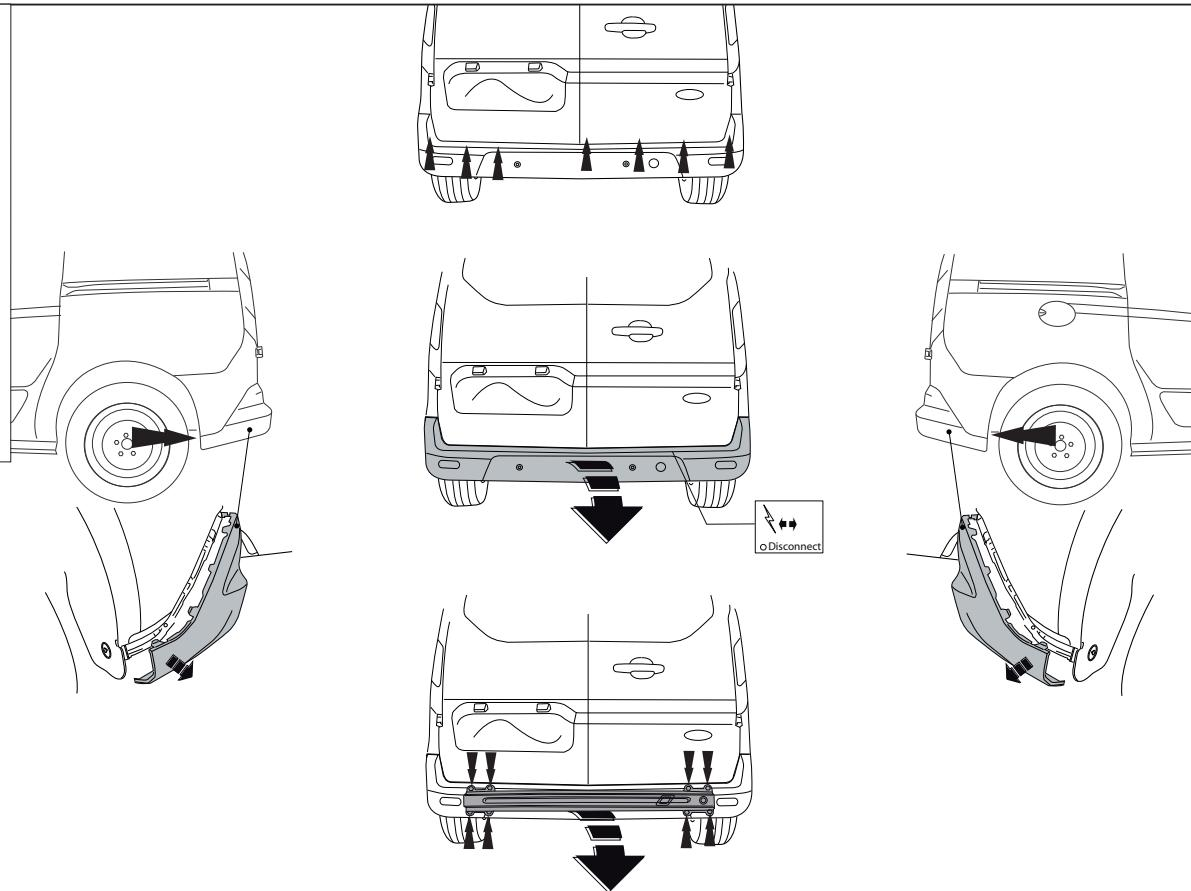

Fig.1
- Снять бампер вместе со стальным буферным бруском автомобиля. буферный брус больше не понадобится. См. рисунок 1 .